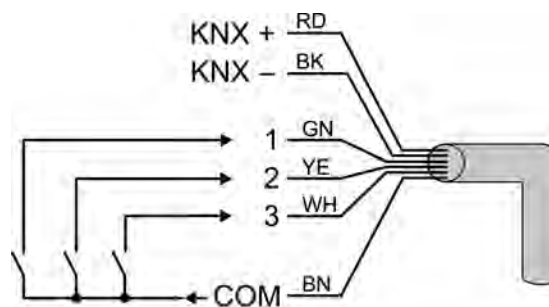

Bild 5: Anschluss der Nebenstelleneingänge
- i** Die Reihenfolge der Anschlüsse am Gerät für Netzspannung (L) und Last (▼) ist abhängig von der Geräteversion. Die Geräteversionen sind durch unterschiedliche Anschlusskennzeichnungen in den Gehäuse-Druckbildern erkennbar. Zudem ist in den Druckbildern eine Versionskennzeichnung in Textform angebracht. Den Anschluss der Geräte ohne Versionskennzeichnung oder mit der Kennzeichnung "V02" gemäß Anschlussbild A ausführen. Geräte mit der Versionskennzeichnung "V01" gemäß Anschlussbild B anschließen. Die Farbzusordnung der Anschlussadern ist bei beiden Geräteversionen gleich.
- Nach Bedarf potentialfreie Kontakte an die Eingänge anschließen (Bild 5).